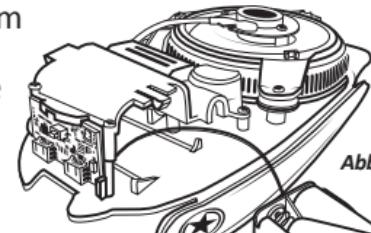

Abb. 3.5
- Legen Sie die (4) AA-Batterien ein und achten Sie dabei auf korrekte Polarität. (Abb. 3.5)